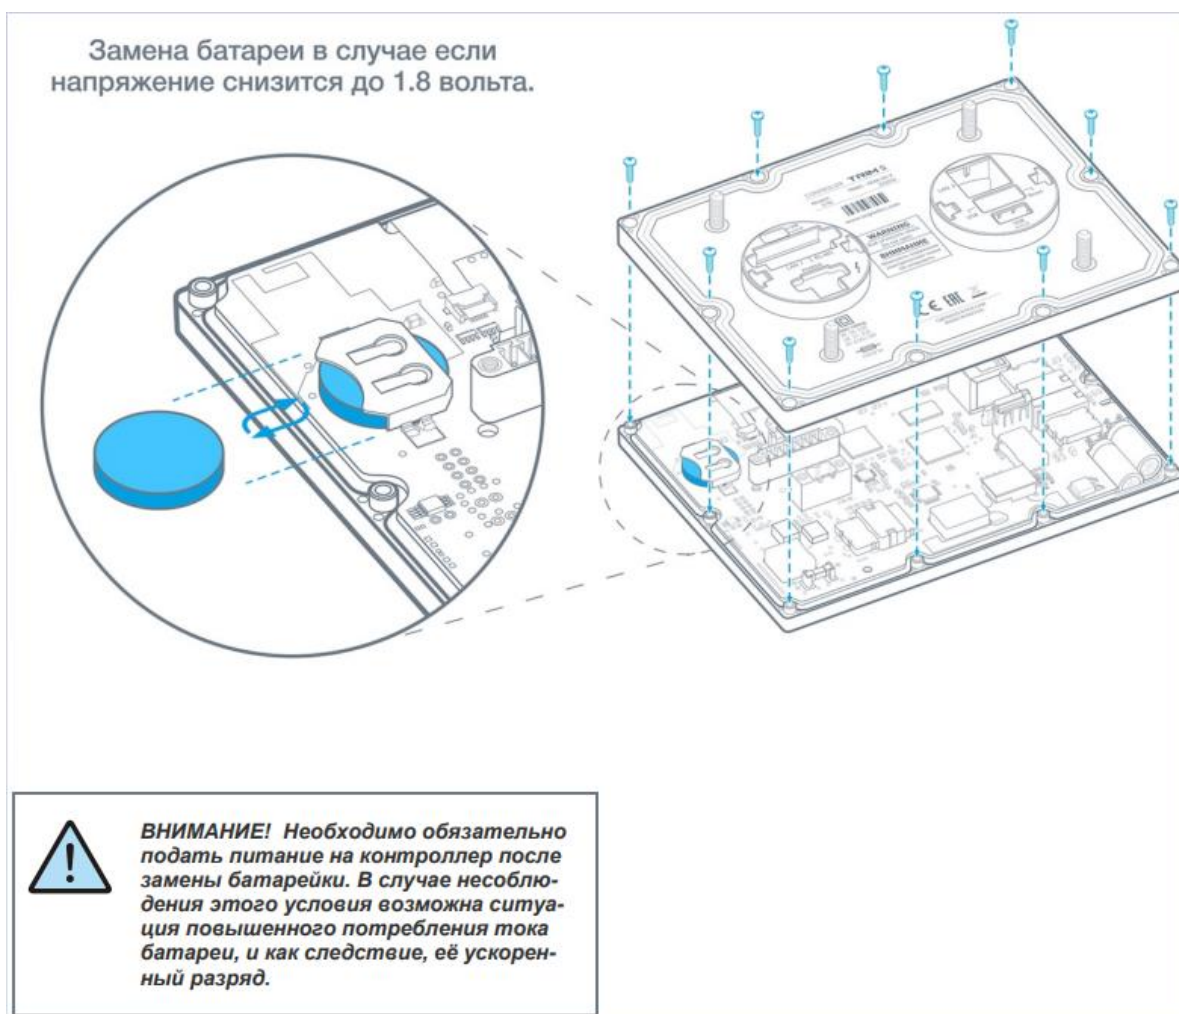

Рисунок 20
5. Подать питание на контроллер на время не менее 5 секунд (рисунок 20).